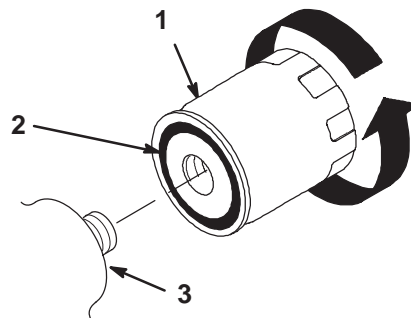

Figure 29
7. Appliquez une fine couche de liquide hydraulique sur le joint en caoutchouc du filtre de rechange (Fig. 29).
8. Montez le filtre de rechange sur l'adaptateur, Tournez le filtre dans le sens horaire jusqu'à ce que le joint rejoigne l'adaptateur, puis donnez 1/2 tour supplémentaire (Fig. 29).